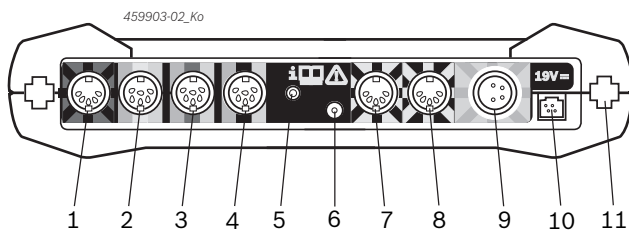

Abb. 2: Anschlussleiste FSA 500 (von unten)
⏏ Anschluss siehe Fig. 2, Pos. 6.
5. Sensoren an den vorgesehenen Steckplätzen der Messeinheit anschließen (siehe Fig. 2).